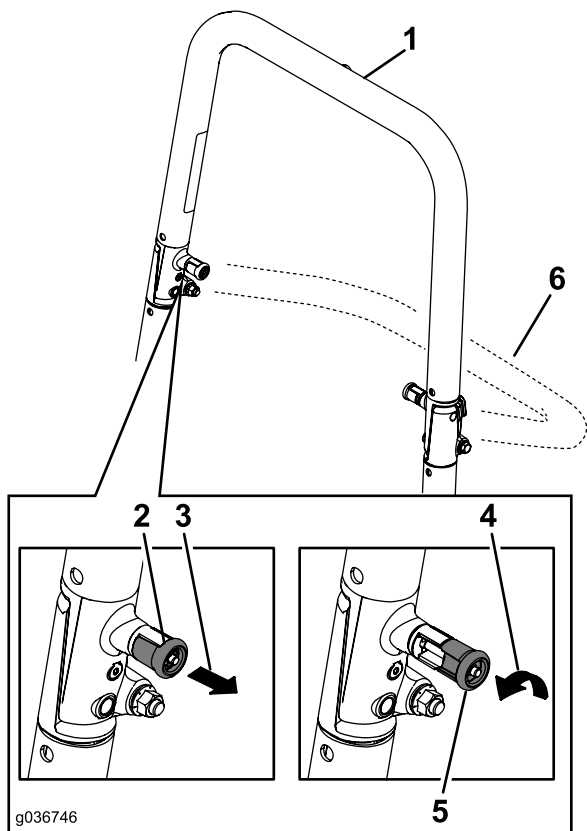

Рисунок 54
**Примечание:** Возможно, потребуется нажать на верхнюю скобу защитной дуги вперед или потянуть назад, чтобы обе ручки полностью вошли в зацепление (Рисунок 54 и Рисунок 55).